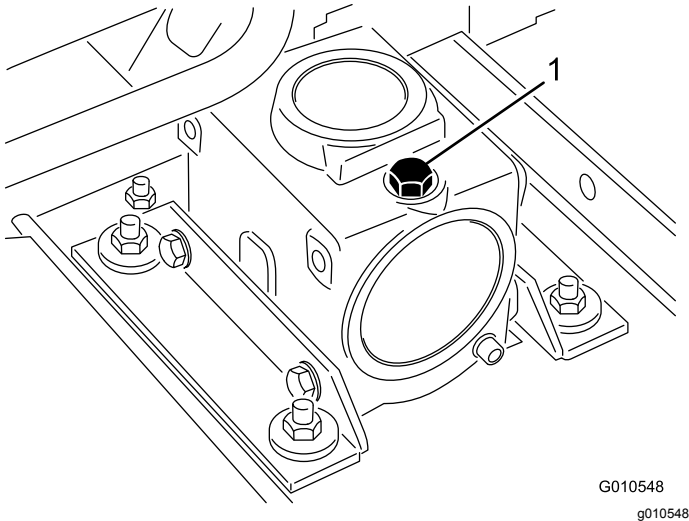

Figura 22
2. Retire la varilla/ tapón de llenado de la parte superior de la caja de engranajes (**Figura 22**) y asegúrese de que el lubricante está entre las marcas de la varilla. Si el nivel de lubricante es bajo, añada suficiente lubricante para que el nivel quede entre las marcas.